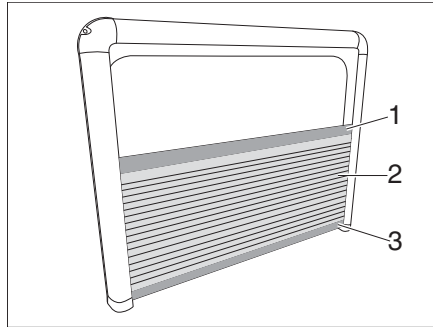

Bild 75 Rullgardin, plisserad
- Dra upp mörkläggninggardinen (Bild 75,2) i den övre listen (Bild 75,1) och skjut den undre listen (Bild 75,3) neråt.
- Skjut övre listen (Bild 75,1) neråt. Det öppnade fönstret skyddas av insektsskyddsnetet.
- Skjut undre listen (Bild 75,3) uppåt. Det öppnade fönstret skyddas inte av insektsskyddsnetet.